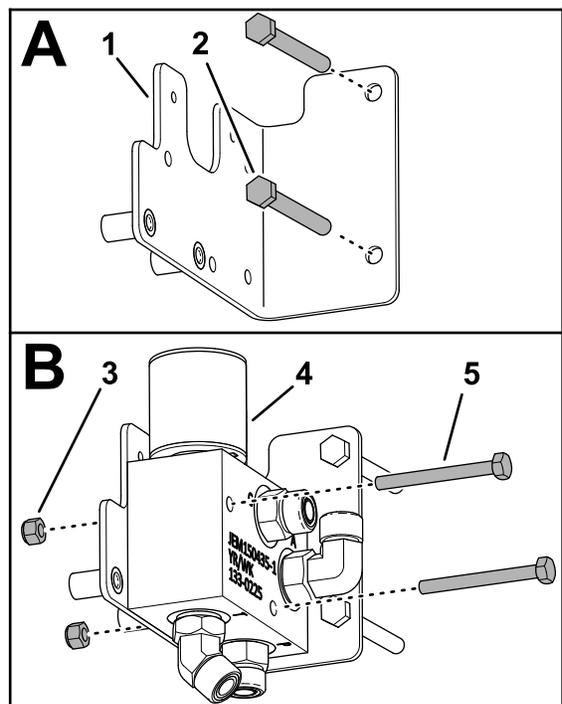

Figura 14
2. Montate i bulloni (5/16" x 2¾") che avete rimosso nel passaggio 1 attraverso i fori nella staffa della valvola a basso flusso (Figura 14).